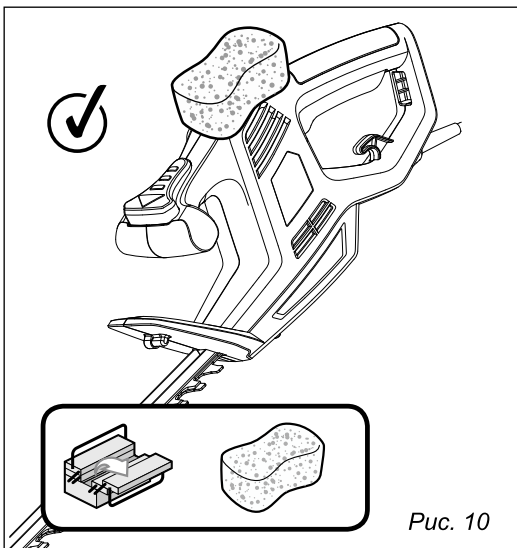

Рис. 10
- Каждый раз по окончании работы очищайте корпус кустореза и режущую часть от мусора и пыли (рис. 10).